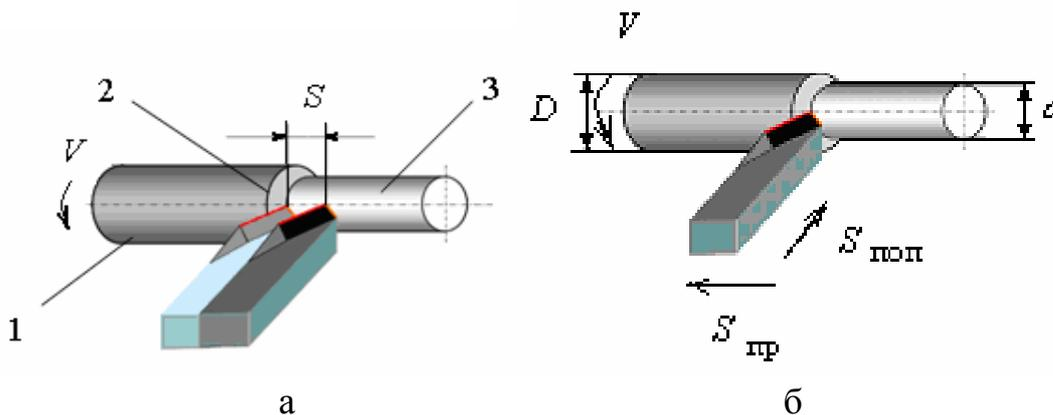

Рис. 61. Схематическое изображение поверхностей на заготовке и элементов режима резания:  $S_{пр}$  – продольная подача,  $S_{поп}$  – поперечная подача
Обработкой металлов резанием называется процесс отделения режущим инструментом слоя металла в виде стружки с заготовки для получения детали нужной формы, заданных размеров и необходимого качества (рис. 61).
– *обрабатываемая поверхность* (рис. 61, 1) – это поверхность, с которой снимается припуск. В процессе резания её размеры уменьшаются;
– *поверхность резания* (рис. 61, 2) – это поверхность, которая образуется непосредственно режущей кромкой инструмента;
– *обработанная поверхность* (рис. 61, 3) – это поверхность, образующаяся после снятия стружки.
относительно главной режущей кромки инструмента за единицу времени (рис. 61). Её измеряют в м/мин, при шлифовании – в м/с и обозначают буквой  $V$ .
*Подача* при точении – это перемещение главной режущей кромки инструмента относительно заготовки в направлении подачи за 1 оборот заготовки. Подача обозначается буквой  $S$ , размерность – мм/об (рис. 61, а). Различают подачи: продольную, поперечную и наклонную. Продольная подача – резец перемещается в направлении параллельном оси заготовки, поперечная – когда резец перемещается в направлении перпендикулярном оси заготовки.
*Глубина резания* – величина слоя металла, снимаемого за 1 проход, которая определяется расстоянием между обрабатываемой и обработанной поверхностями, измеренным перпендикулярно к последней. Глубина резания обозначается буквой  $t$  и измеряется в мм. При продольном точении цилиндрической поверхности глубину резания определяют по формуле (8.2) (рис. 61, б), мм: